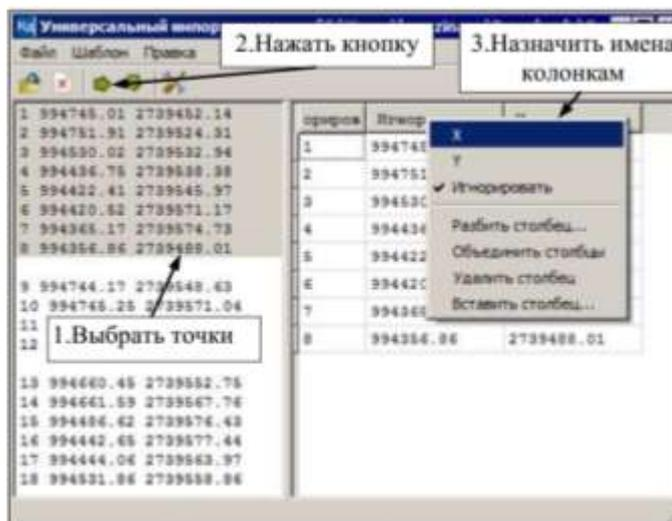

Рисунок 18– Универсальный импорт точек
С помощью кнопки  на панели инструментов отправьте выбранные данные в правую панель (рис. 18).
– Затем каждой колонке правой панели присвойте имя в зависимости от данных, которые в ней содержатся. Для этого щелкните правой клавишей мыши на заголовке столбца и из контекстного меню выберите соответствующий пункт (рис. 18).
- В окне параметров задайте следующие свойства: в поле **Расположение** (раздела **Параметры подписей**) задайте – *Снаружи*, **Обозначение** объекта – (1), **Метод определения координат** – *Спутниковые геодезические измерения*; **Способ закрепления точек** – *Долговременный межевой знак*; **Погрешность** точек – 0,05; **Формула расчета СКП** – *Вычисление СКП осуществлено ... полевых материалов*.